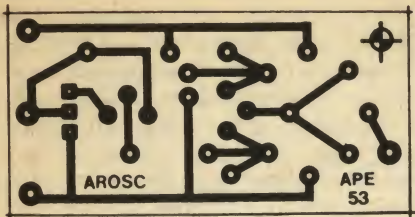

Fig. 2
- FIG. 2 - LAY OUT DO CIRCUITO IMPRESSO ESPECÍFICO - Muito pequeno e simples (mesmo porque os componentes são poucos, e a maior peça - o relê - fica fora da placa...), o padrão de ilhas e pistas é de fácil reali-